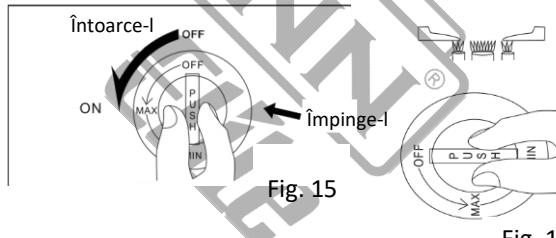

Fig. 15
- a. Deschideți robinetul principal de gaz. Împingeți butonul de control al gazului înăuntru și roțiți-l spre poziția MAX (în sens invers acelor de ceasornic) până când auziți un clic. Asigurați-vă că arzătorul a fost aprins (Fig.15) în această poziție, arzătorul dublu va aprinde atât arzătorul mic, cât și cel mare. Pentru a utiliza doar arzătorul mic, eliberați butonul de control al gazului și roțiți-l mai departe spre poziția MIN. (Fig. 16)